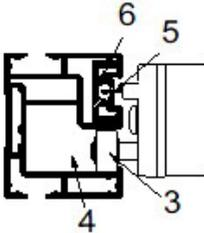

Abb. 12: Einführung der Laufräder
- » Führen Sie die Laufräder (3 – Abb. 12) der Fallstangenzapfen in die dafür vorgesehene Gasse der Führungsschienen (4 – Abb. 12).
- » Führen Sie den Zip (5 – Abb. 12) in die Innenführungsleiste (6 – Abb. 12) oberhalb der Gasse der Laufräder (4 – Abb. 12).